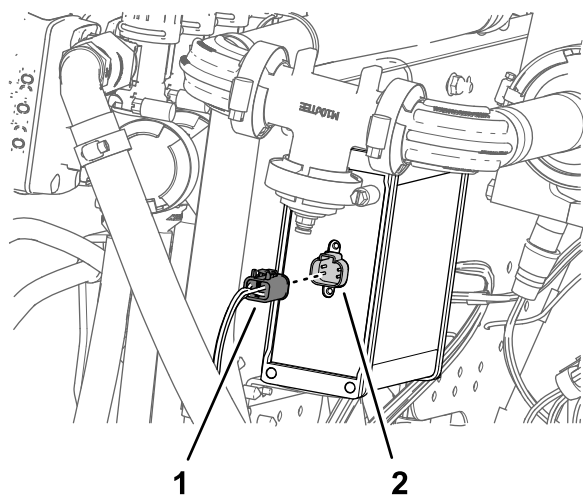

Figura 133
4. Inserite il connettore a 4 prese indicato come AD ASC 10 nel connettore a 4 pin del controller di irrorazione ASC 10 (Figura 133).